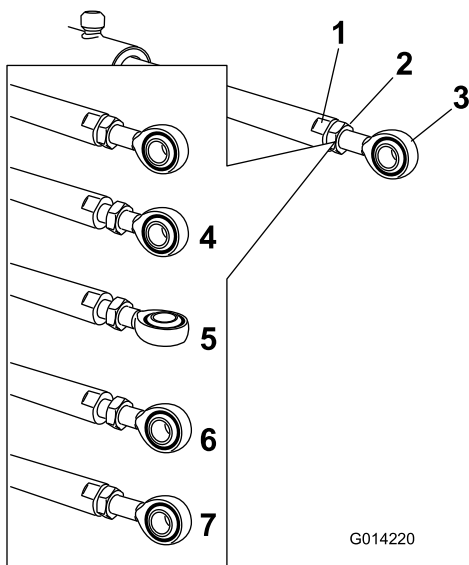

図 110
5. アクチュエータロッドの平たい面にスパナをあてがって回転しないように押さえ、ジャムナットをゆるめて、アイレットロッドを調整できるようにする 図 110。
6. アイレットロッドを回転させてアクチュエータを希望の長さに調整する 図 110。